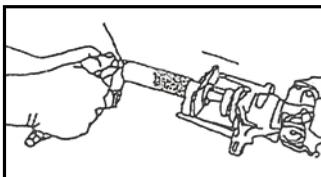

FIG 2
premere il pulsante di rilascio (2), quindi ruotare e spostare la leva (4) per spingere l'adattatore magnetico (1) nella scanalatura della campana del freno. Vedere la FIG 2